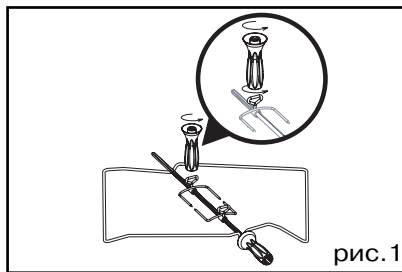

рис. 1
- вставьте в вертел одну из регулируемых вилок и нанижите продукт; вставьте вторую вилку; отцентрируйте и закрепите при помощи винта обе вилки (рис. 1).